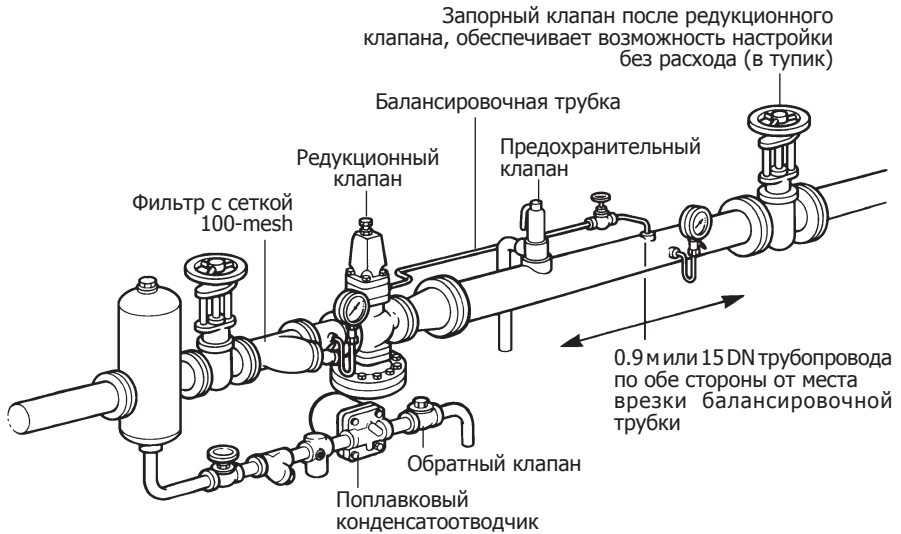
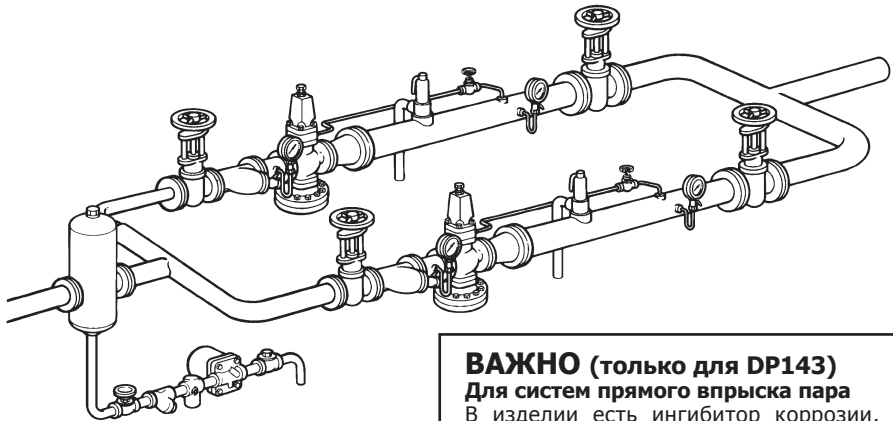

Рис. 6 Рекомендуемая схема монтажа
Рис. 7 Монтаж двух редукционных клапанов в параллель
3.2 Монтаж (рис. 6 и 7)
Клапан всегда монтируется на горизонтальном трубопроводе. Камера главной диафрагмы должна находиться ниже оси паропровода (рис. 6). При значительных переменных нагрузках рекомендуется использовать параллельно два или больше клапанов (рис. 7).
3.9 Балансировочная трубка (рис. 6)